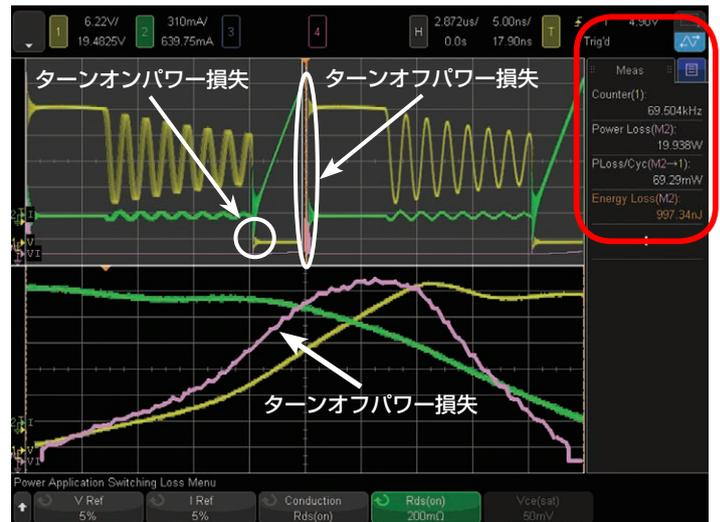

図18: 画面中央のパワースパイク部分を表示して、トランジスタのターンオフフェーズ部分のみのパワー／エネルギー損失測定を行った例
13. 水平遅延／位置設定(小さい水平ノブ)を調整して、パワースパイクを下のズーム表示の中央に配置します(図18)。
一部のスイッチング電源では、トランジスタのターンオンフェーズ(電圧が下がって電流が流れ始めるとき)の間にも損失が生じます。このような場合、上のメインタイムベース表示に2つのパワースパイクが見られます。キーサイトのSMPSトレーニングキットをDUTに使用する場合は、ターンオンフェーズのパワー／エネルギー損失は比較的わずかです。そのことは、図18に示すメインタイムベース表示の振幅が小さい方のパワースパイクを見ればわかります。ただし、2つめのパワースパイクがかなり大きい場合は、ターンオンフェーズ中の2つめのスパイク部分も画面に表示して、このフェーズの間の損失も測定する必要があります。
る測定では、キーサイトのSMPSトレーニングキットの測定結果は、伝導フェーズでのパワー損失/サイクルが約35 mW、エネルギー損失が約500 nJでした。図18のターンオフフェーズの損失測定を振り返ってみると、パワー損失/サイクルが約65 mW、エネルギー損失が約930 nJでした。1スイッチングサイクルの全損失は、ターンオフ、ターンオン(測定されましたが示されていません)、伝導フェーズにおけるパワー損失/サイクルとエネルギー損失の合計です。下の表にこれらをまとめます。